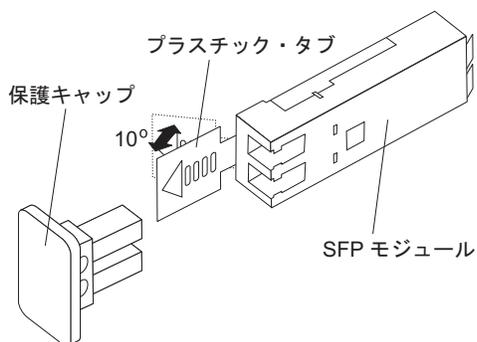

図 3-10. SFP モジュール・ラッチのアンロック - プラスチック・タブの場合
- プラスチック・タブが入っている SFP モジュールの場合は、図 3-10 に示すように、プラスチック・タブを引いて SFP モジュールのラッチをアンロックします。